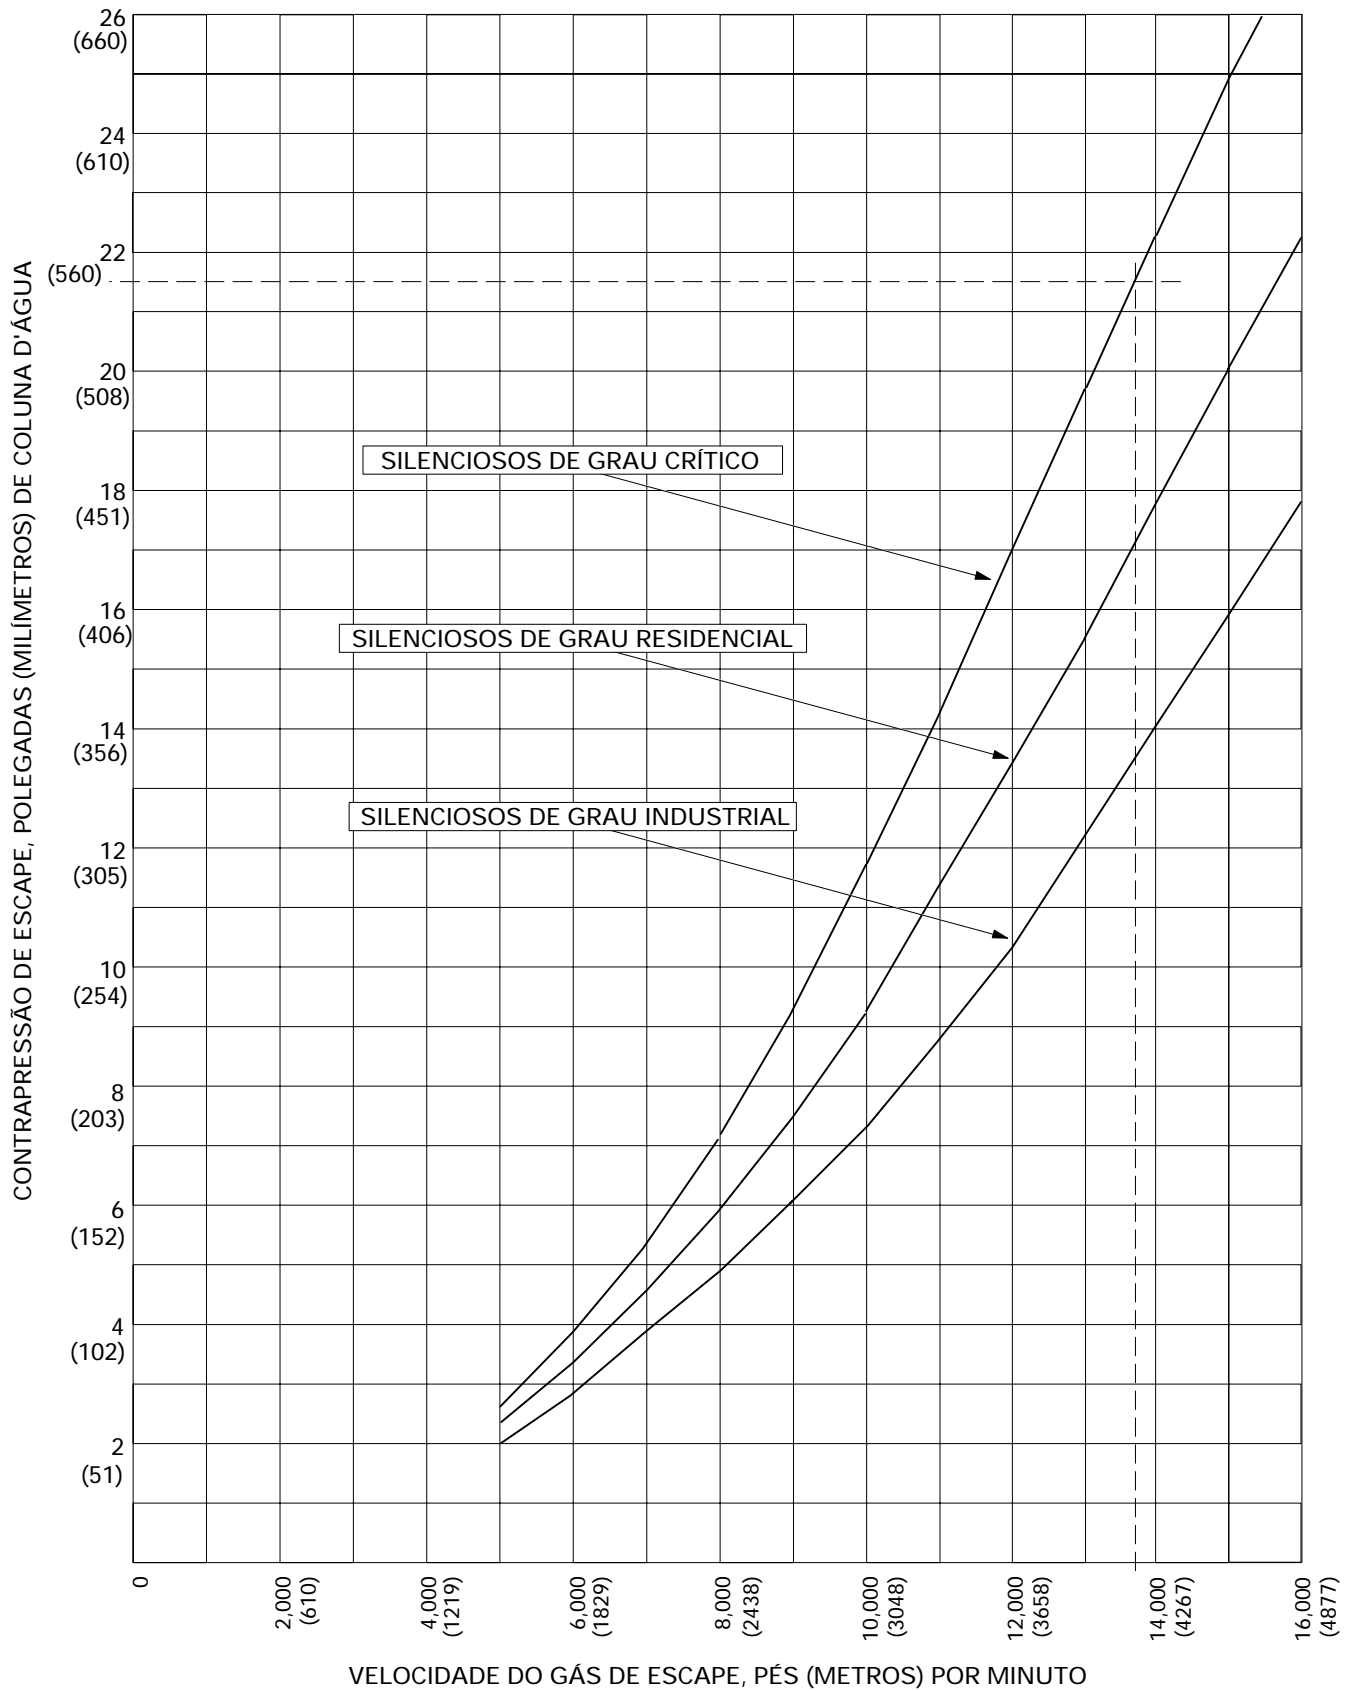

Figura 6-12: Contrapressão no Silencioso vs. Velocidade do Gás em um Escape Típico
1. Calcule a contrapressão de escape causada pelo silencioso. A **Figura 6-12** é um gráfico típico da contrapressão do silencioso. Para cálculos mais precisos obtenha os dados com o fabricante do silencioso e utilize a **Figura 6-12**:
- c. Utilizando a **Figura 6-12**, calcule a contrapressão causada por este fluxo no silencioso utilizado. Neste exemplo, as linhas tracejadas na **Figura 6-12** mostram que o grau crítico do silencioso causará uma contrapressão de aproximadamente 21,5 polegadas de coluna de água.